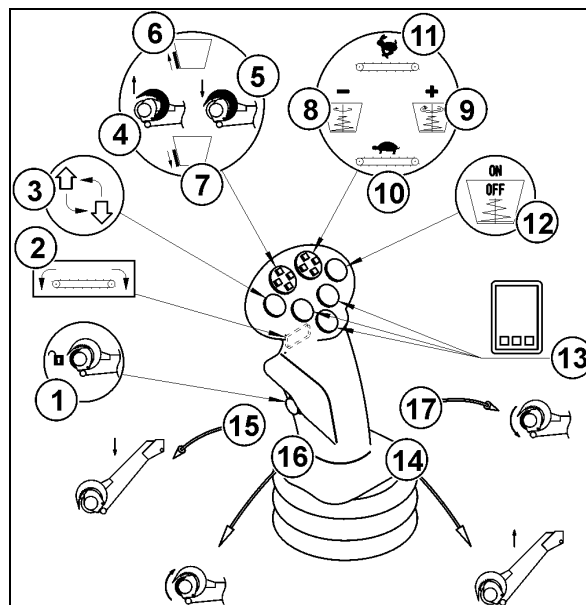

Fig. 172
5. Öffnen Sie den Dosierschieber langsam (Fig. 172/6), bis das Futter gleichmäßig aus der Austrageöffnung ausgetragen wird.
Schließen Sie den Dosierschieber (Fig. 172/7).
- 8.2 Schließen Sie den Dosierschieber (Fig. 172/7).
- 8.3 Schalten Sie die Mischschnecken aus (Fig. 172/12).